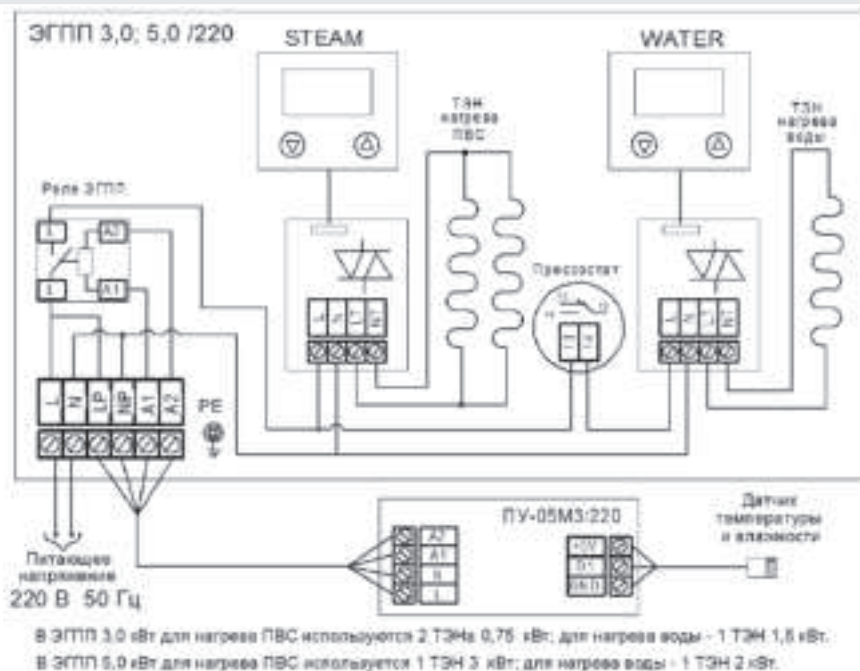

Рис. 4. Схема подключений ЭГПП и ПУ-05М
1.4.6 Схема подключений электропечи приведена на рис. 4
2.1.2.6 Выполнить подключения ЭГПП к электрической сети и ПУ в соответствии с настоящим Руководством по эксплуатации и схемой подключений (рис. 4). Установить крышку блока подключений. Установить и закрепить саморезами верхнюю крышку ЭГПП.